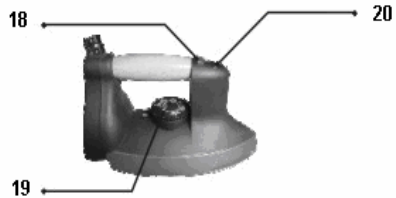

Abbildung 6
- a) Stellen Sie die Temperatur des Bügeleisens entsprechend der jeweiligen Textilien ein (siehe Abbildung 6).